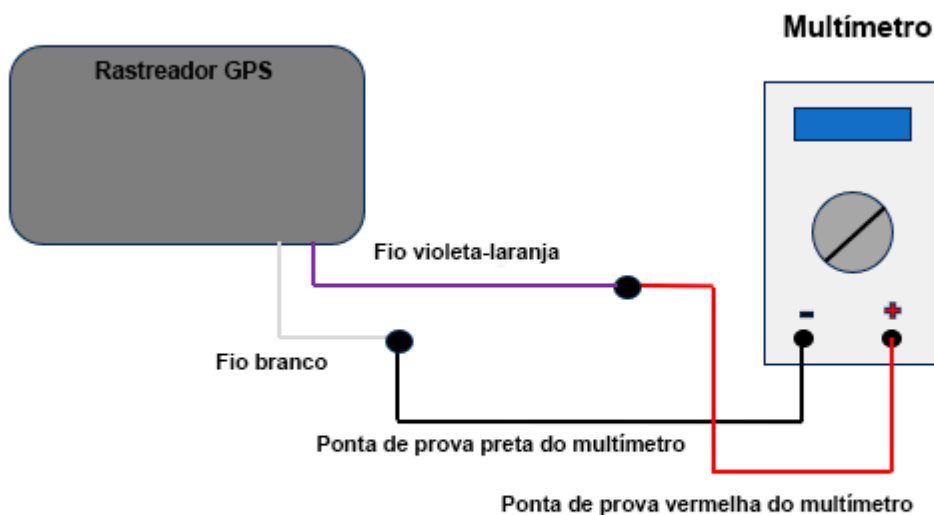

Fig.11 Connection Diagram
2. Monte o circuito de conexão de acordo com o "Diagrama de Conexão da Fig. 11".